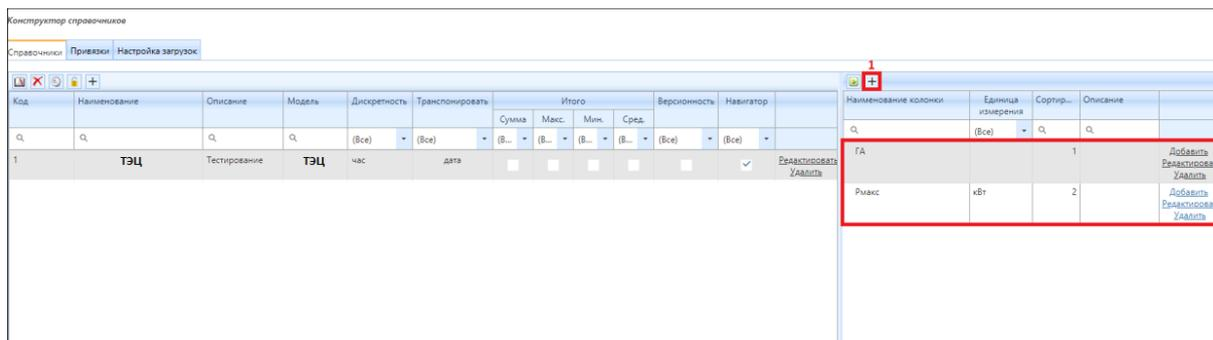

Рисунок 4.6.40 – Наполнение пользовательского справочника
В правой части экрана выбирается наполнение справочника: то, какие колонки он будет содержать. Для создания колонки необходимо нажать на кнопку (1) (рис. 4.6.40).